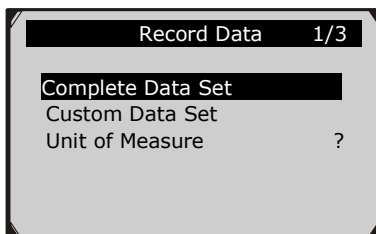

Figura 5.20
- 1) Para grabar los datos personalizados, utilice el botón **ARRIBA / ABAJO** desplazamiento para seleccionar **Conjunto de datos personalizados** en el menú **Registro de datos** y oprima la botón **OK**. (Figura 5.20)